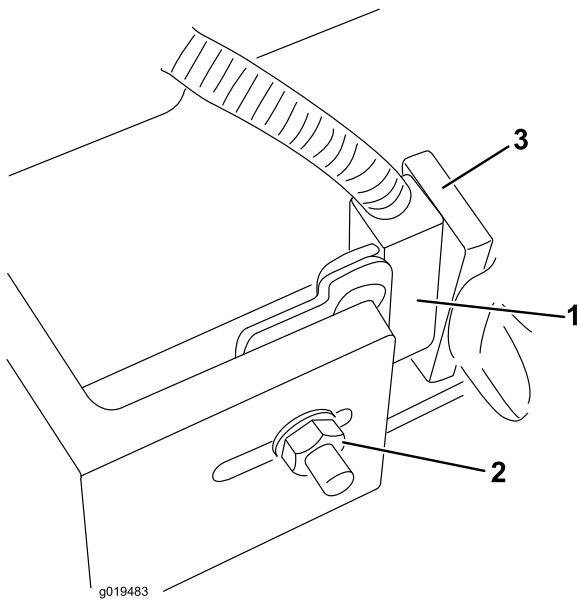

Figura 80
2. Allentate il dado del bullone a testa tonda che fissa la staffa portainterruttore del braccio di sollevamento al braccio di sollevamento n. 4, 6 o 7 (**Figura 80**).